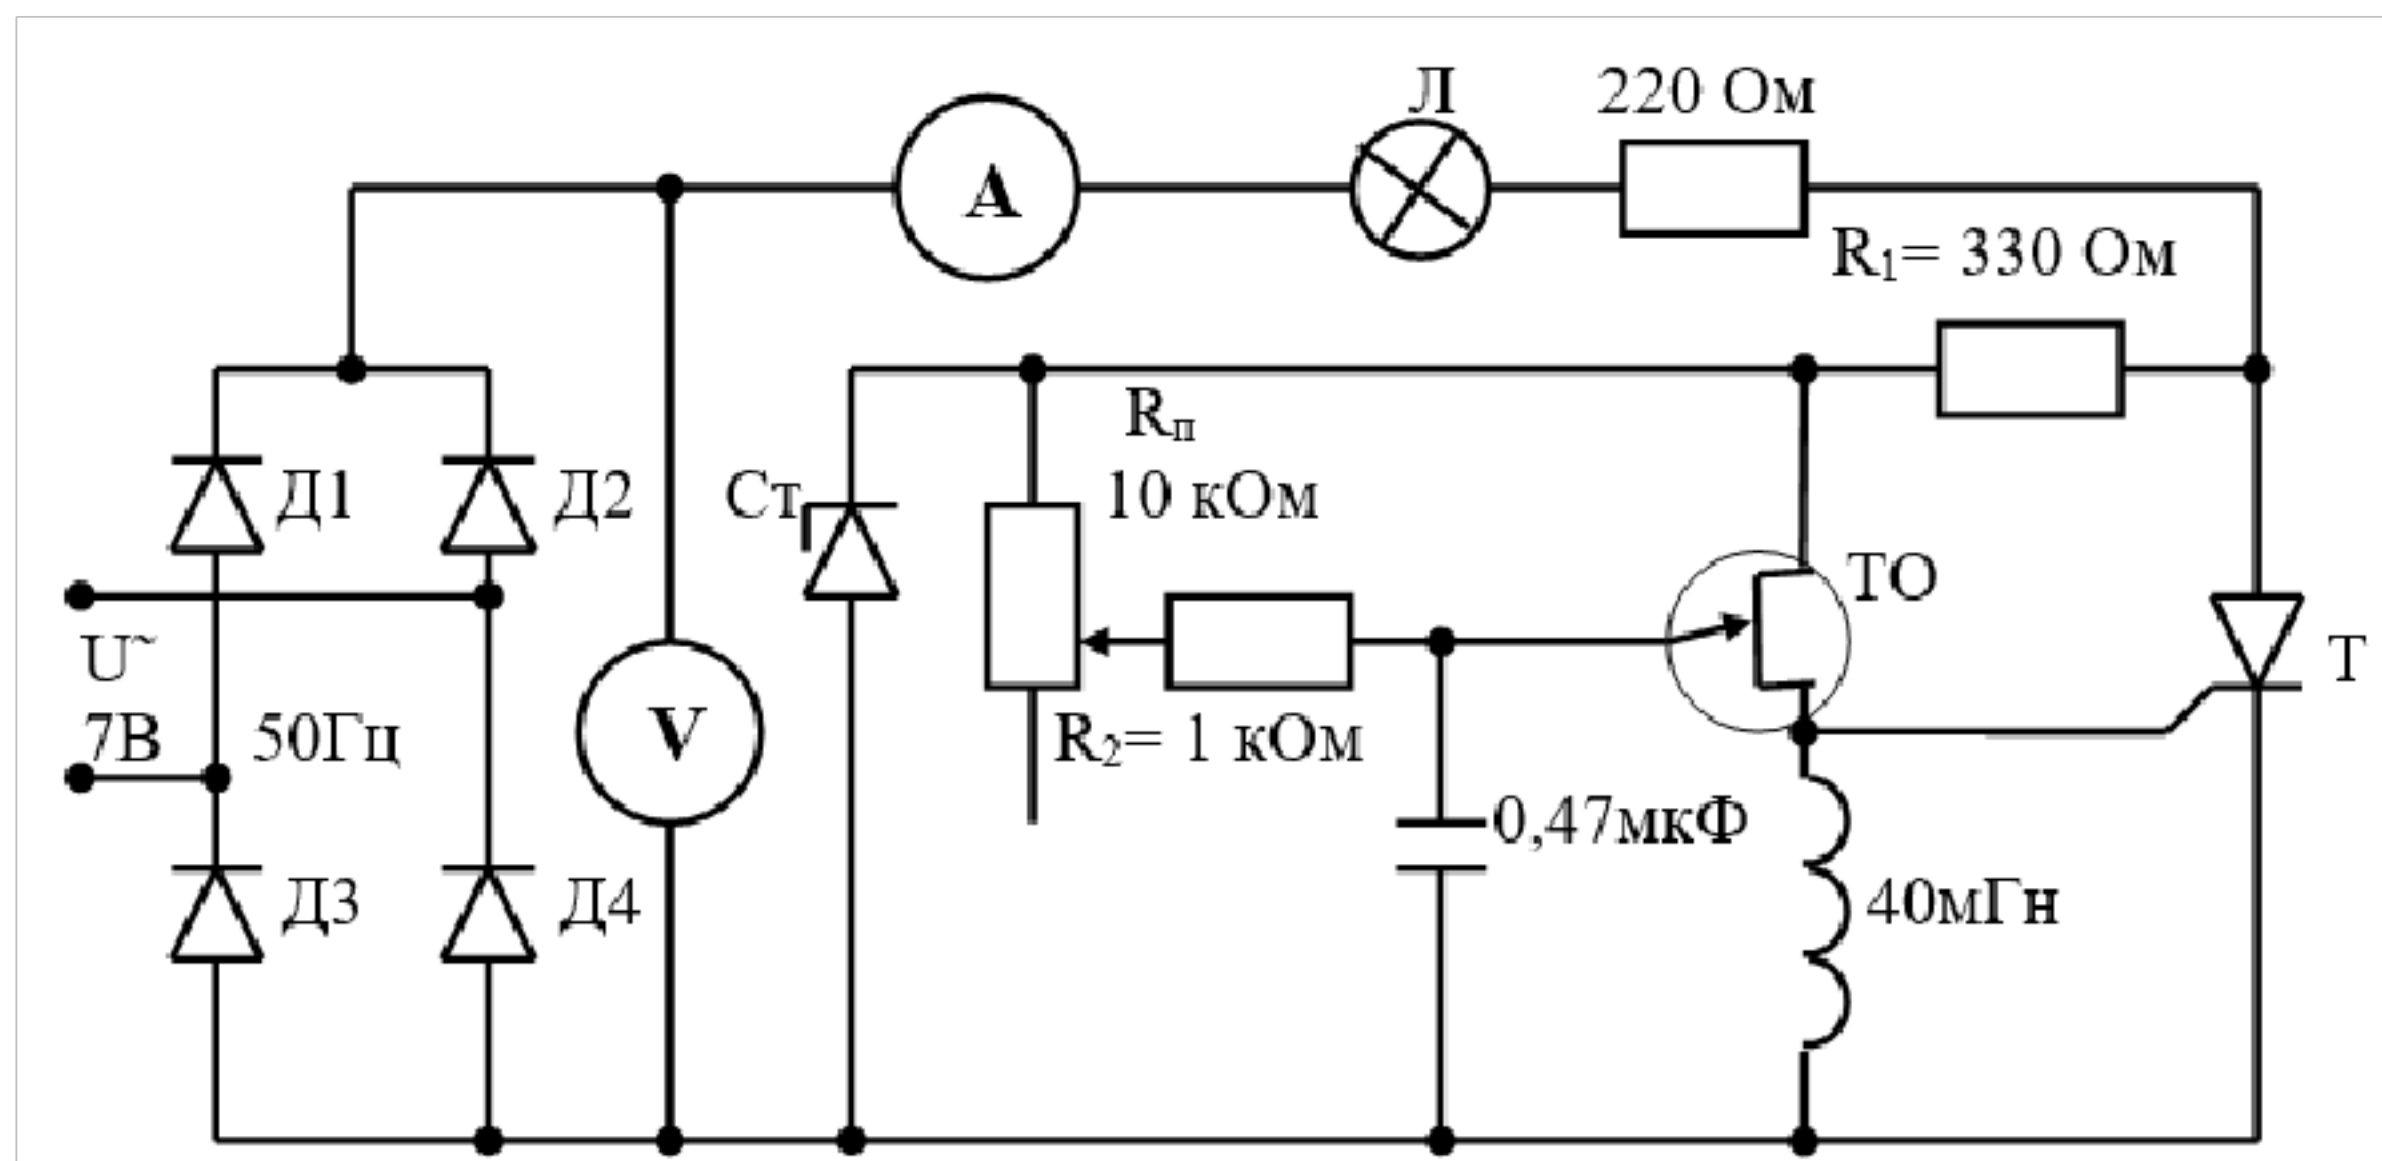

Рисунок 8.1 – Принципиальная схема лабораторной установки
Схема тиристорного регулятора выпрямленного тока с фазным способом управления представлена на рис. 8.1.
1. Соберите схему, изображённую на рис. 8.1. Установите на мультиметрах предел изменения напряжения 20 В и предел тока – 200 мА, род тока – постоянный. Подайте напряжение питания 7 В, 50 Гц.